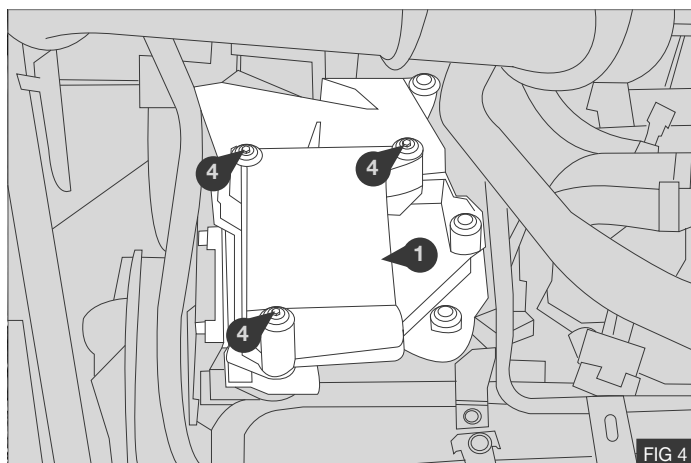

FIG 4
1. Fije el soporte de montaje del compresor suministrado **(1)** al motor utilizando los pernos **(4)** - Fig 4.
3. Apriete los pernos **(4)** a 44Nm / 32 lb ft - Fig 4.
1. Quite las orejetas de montaje ④ del compresor - Fig 4.